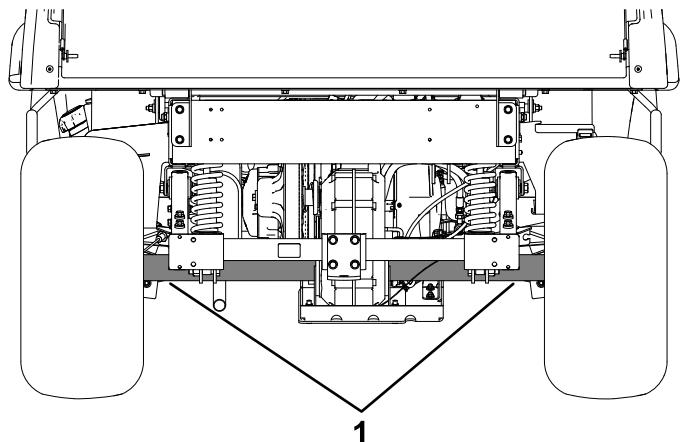

Figura 19
- El punto de elevación de la parte trasera de la máquina se encuentra debajo de los tubos del eje (Figura 19).